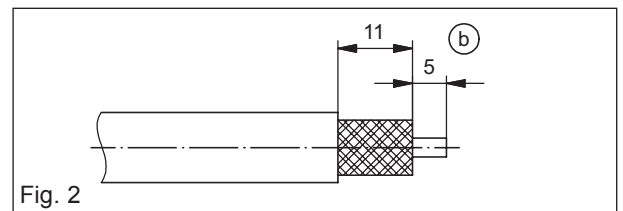

Fig. 2
Kabelzusschnitt, Fig. 2
b) Kabel gem. Fig. 2 abmanteln und absetzen.
Cable trimming, Fig. 2
b) Dismantle and trim cable according to fig. 2.